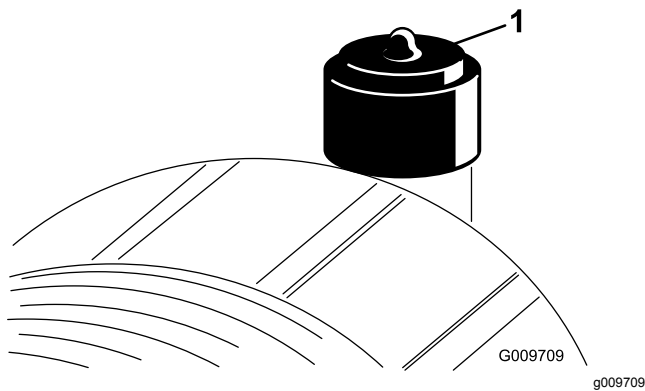

Figure 67
Faites l'entretien du filtre à air uniquement quand l'indicateur de colmatage indique que cela est nécessaire (Figure 67). Changer le filtre à air prématurément ne fait qu'accroître le risque de contamination du moteur par des impuretés quand le filtre est déposé.
2. Réarmez l'indicateur de colmatage (Figure 67) s'il est rouge.